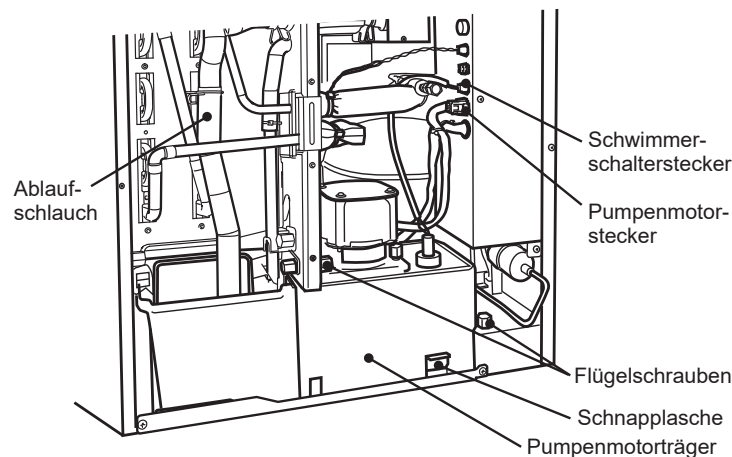

Abb. 3
- 2) Die beiden Flügelschrauben lösen, die den Pumpenmotorträger sichern. Siehe Abb. 3.
Darauf achten, dass der Ablaufschlauch hinter dem Kupferrohr verläuft, den Schlauch anschließen und sichern. Siehe Abb. 3. Andernfalls kann sich der Ablaufschlauch in der Frontisolierung verfangen und schlechte Ergebnisse verursachen.